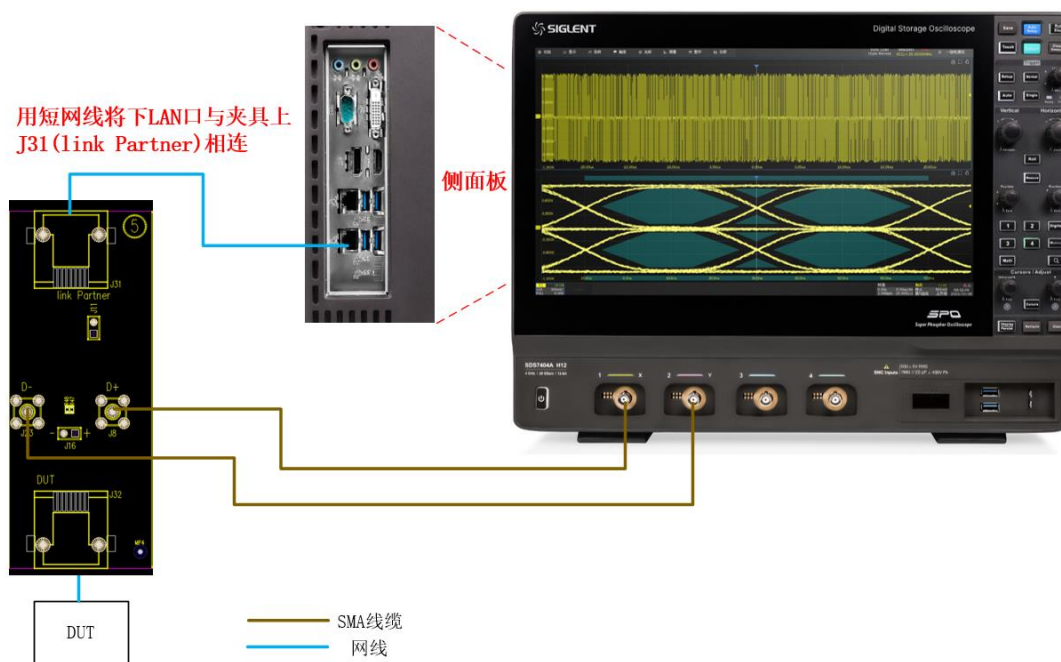

图 4-6 连接窗口显示的接线图
- 连接：本栏目显示测试的接线图，如图 4-6 所示，若一次性选择了多个测试项目，只会显示第一个待测项的信息，其他测试项，如果接线图不一样会在上一个测试项结束后有单独的页面弹窗提示。